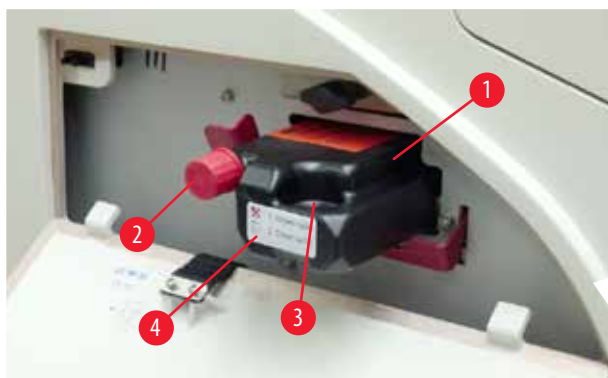

图 54
3. 揭去保护膜，将墨盒向墨盒插槽中插入一半(→"图 54")。